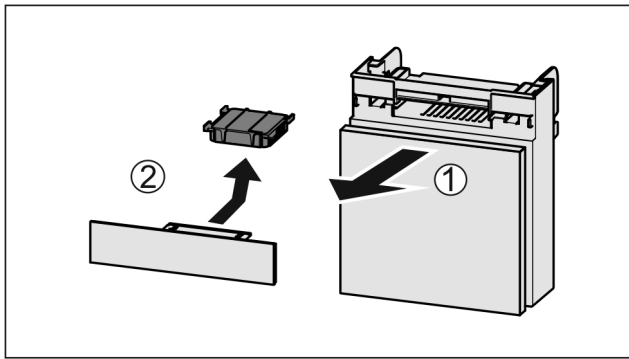

Fig. 236
- ▶ Fach nach vorne herausziehen Fig. 236 (1).
- ▶ Aktivkohlefilter entnehmen Fig. 236 (2).